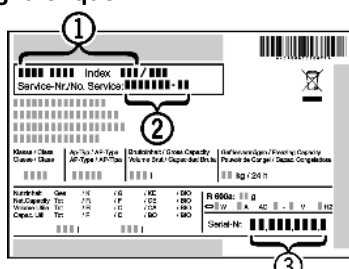

Fig. 39
- ▶ Consulter la désignation de l'appareil Fig. 39 (1), le N° de service Fig. 39 (2) et le N° de série Fig. 39 (3) sur la plaque signalétique. La plaque signalétique se trouve à l'intérieur de l'appareil, sur le côté gauche.